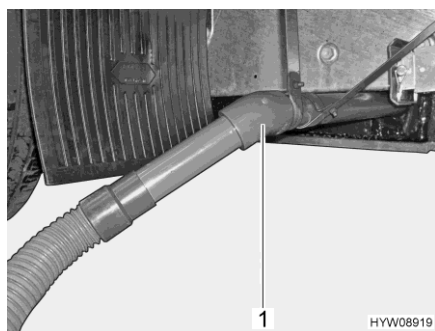

Bild 106 Avloppsrör med avloppsslang
- Sätt fast avloppsslangen på avloppsröret (Bild 106,1).